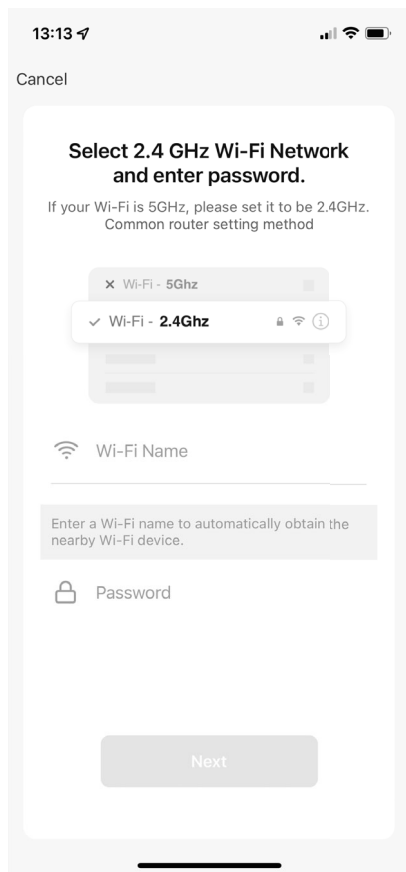

Fig. 3
- ▶ Dans l'étape suivante, entrez le mot de passe de votre réseau Wi-Fi (**voir fig. 3**) et appuyez ensuite sur SUIVANT.